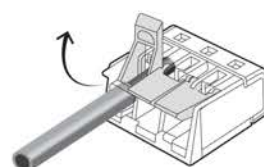

Рис. 2
4. Поднять соответствующий рычаг клеммы в вертикальное положение – открыть зажим (рис. 2). Вставить проводник до упора в соответствующее гнездо клеммы.